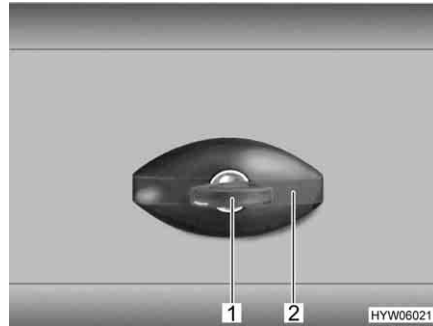

Fig. 64 Fechadura de alçapão, de forma elíptica, fechada
- Encaixe a chave no canhão da fechadura (Fig. 64,1), girando-a um quarto de volta no sentido contrário ao dos ponteiros do relógio. O manípulo da fechadura (Fig. 64,2) desprende-se.